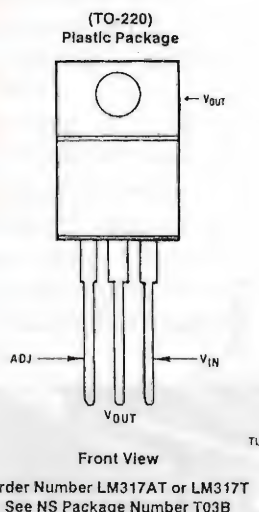

figura 4 - Circuito stabilizzatore dei filamenti
4) Al terminale 7 di T1 rimasto libero (11,3Vca rispetto a massa) connettere il circuito stabilizzatore dei filamenti di figura 4.